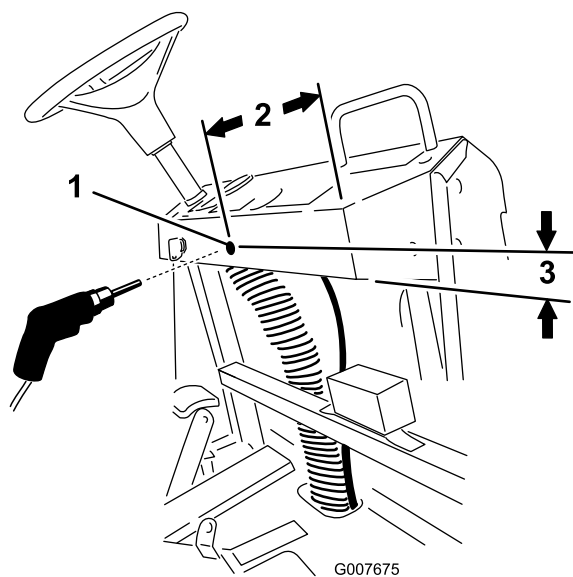

Рисунок 18
- А. Сделайте отметку, отступив 25 см (10 дюймов) от правого края приборной панели к центру, а затем 4 см (1-1/2 дюйма) от нижнего края вверх (Рисунок 18).